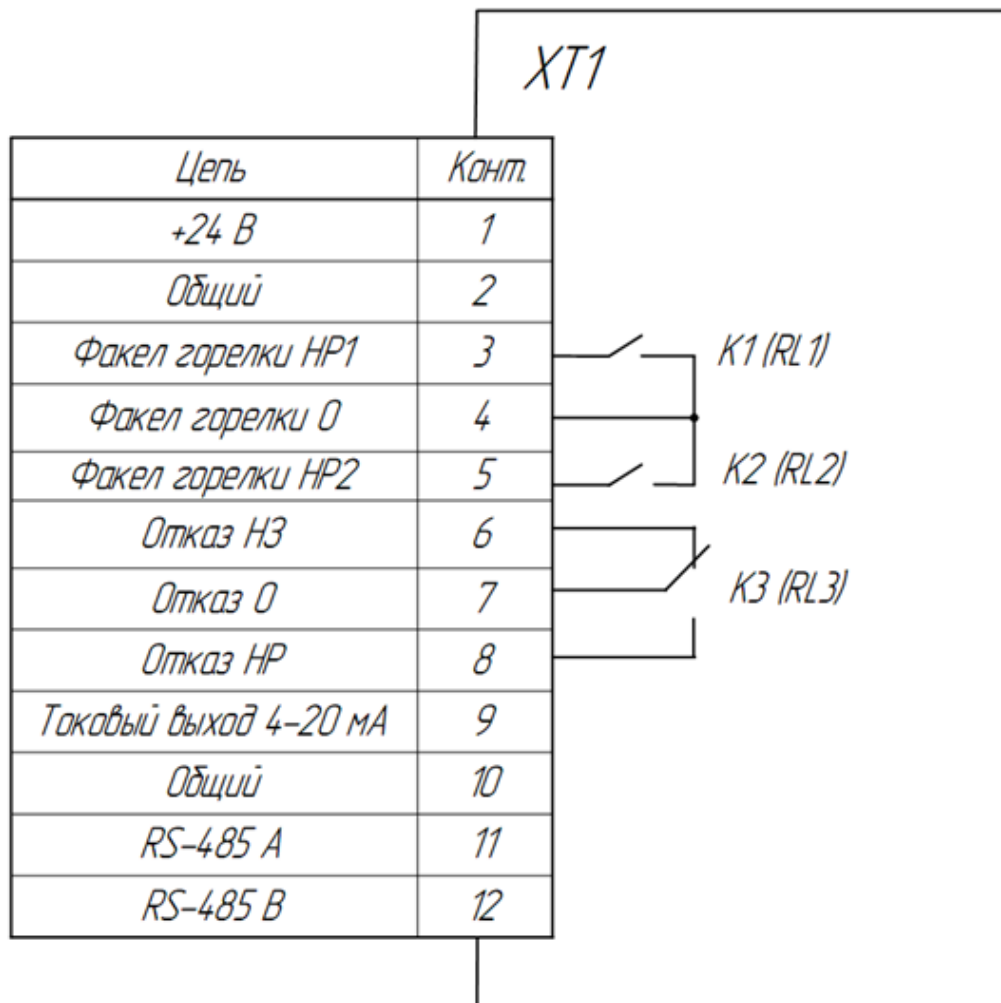

Рис.4. Схема подключения внешних цепей фотодатчика ФДС-03с-24Т.
Схема подключения внешних цепей представлена на рис.4.
8.1.3. Подключение фотодатчика производится в соответствии со схемой подключения внешних цепей Рис.2. и Рис.4.